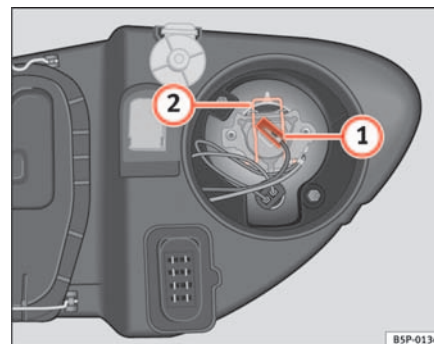

Fig. 185 Abbaglianti
- Estrarre il connettore ⇒ fig. 185 ① della lampada.
- Premere la molla ⇒ fig. 185 ② verso l'interno e verso destra.